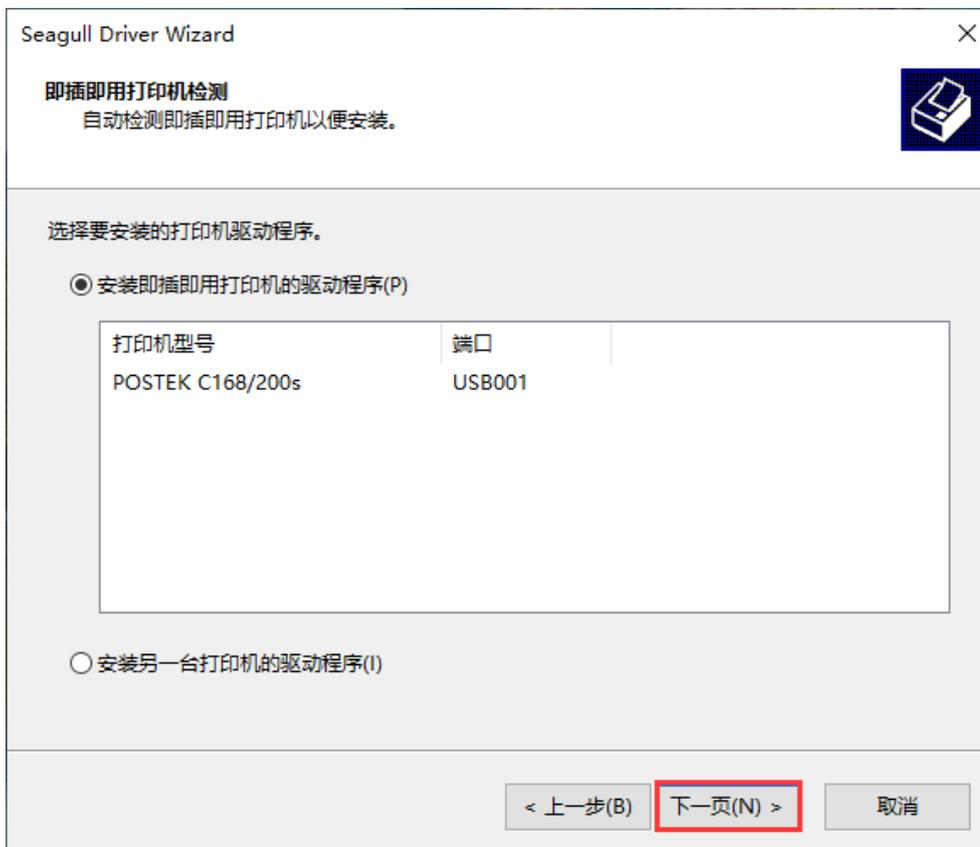

图 2-34 检测打印机界面
7. Windows 将自动检测出打印机 USB 端口，如图 2-34 所示，点击“下一页”；